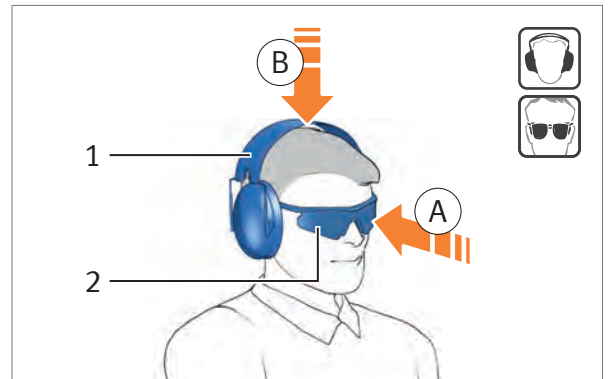

Abb. 1: Beispiel einer Abbildung
- Querverweise zwischen Text und Abbildung sind *kursiv* und befinden sich in (Klammern), z.B. (*Abb. 1*).